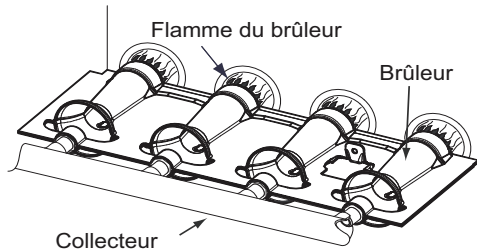

Fig. 64 – Flamme du brûleur A11461FR
i. Lorsque vous aurez obtenu l'admission appropriée, remplacez le capuchon qui masque les vis de réglage du régulateur. La flamme du brûleur principal doit être d'un bleu clair, presque transparent (consultez la Fig. 64).